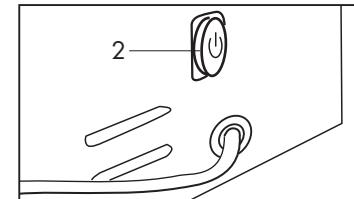

Fig. 4
- Allumer la machine à l'aide de l'interrupteur principale (2). (**Fig. 4**)